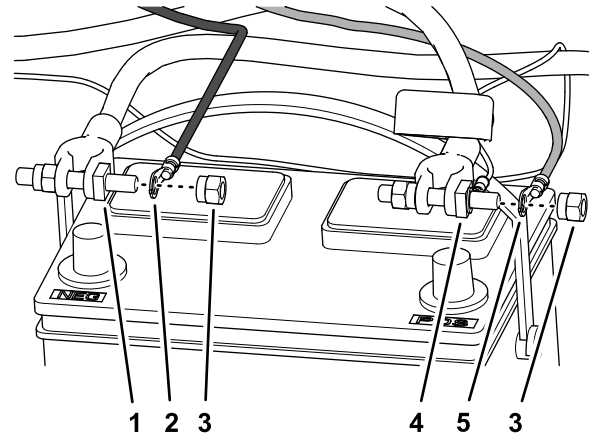

图6
2. 用电池夹螺母，将标有电池(-)的电线的电源线束环形端子安装到负极电池接线的电池夹螺栓（图6）。
3. 用电池夹螺母，将标有电池(+)的电线的电源线束环形端子安装到正极电池接线的电池夹螺栓（图6）。